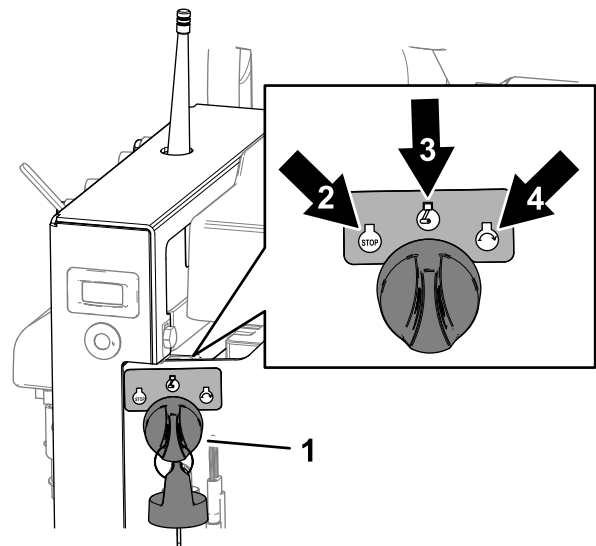

Figura 56
1. Ruotate la chiave in posizione OFF (Figura 56).